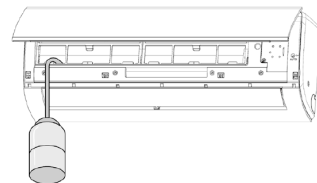

fig. 22 -
- Per controllare il drenaggio, versare dell'acqua nella bacinella di scarico condensa ("fig. 22 -").